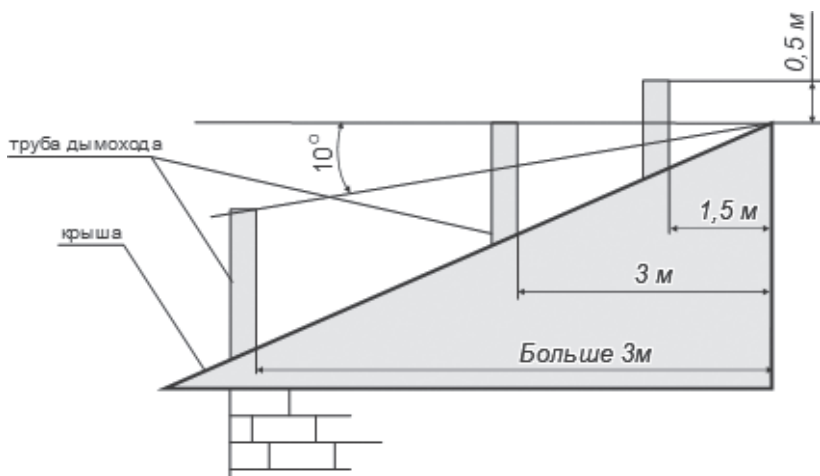

Рис.5. Схема размещения дымовых труб
- 6.12. Дымоход (рис.5) должен быть выведен выше зоны ветрового подпора. Высота дымохода над крышей дома устанавливается в зависимости от расстояния его от конька по горизонтали и должна быть: